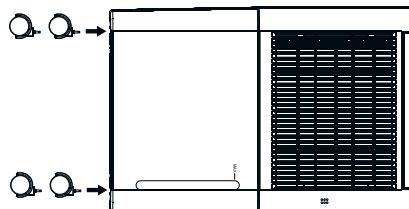

Fig. 1
- ◆ Tryk hjulene ❶ ind i de fire huller på produktets underside, indtil de går helt i indgreb (se fig. 1).